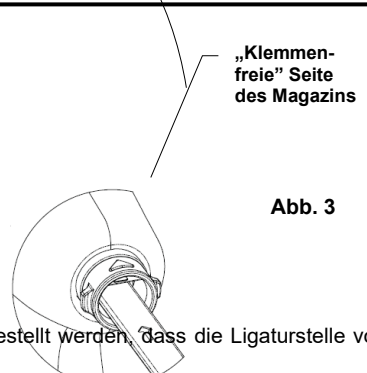

Abb. 3
4. Den Pfeil an der Rückseite des Klemmenapplikators mit dem Pfeil des Magazins wie in Abb. 3 gezeigt ausrichten. (Der Pfeil auf dem Magazin muss auf der „klemmenfreien“ Seite des Magazins sichtbar sein.)